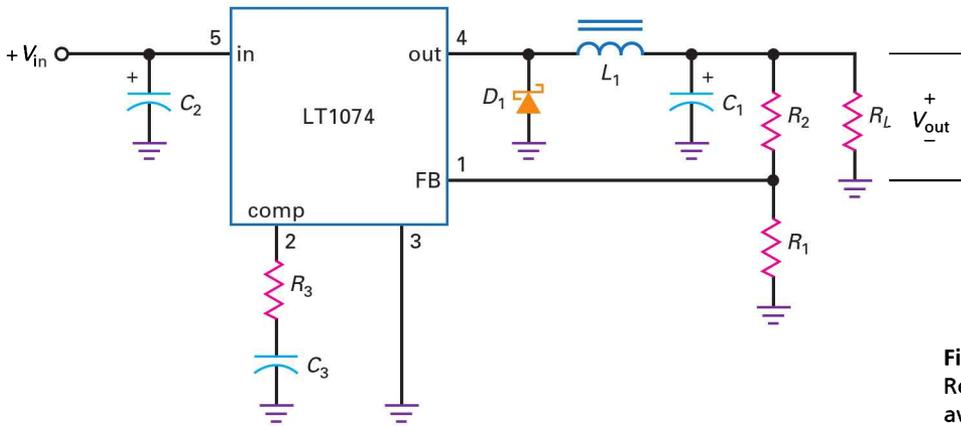

Figure 22.29
La figure 22.29 représente le CI LT1074 monté en régulateur dévolteur. La broche 1 (FB) est destinée à la tension de réaction. La broche 2 (COMP) est utilisée pour la compensation en fréquence afin d'éviter les oscillations hautes fréquences. La broche 3 (GND) est reliée à la masse. La broche 4 (OUT) donne la sortie hachée fournie par le commutateur interne. La broche 5 (IN) est destinée à la tension DC d'entrée.
Le CI LT1074 est très utilisé. Un coup d'œil sur la figure 22.29 nous en donne la raison. Ce circuit est incroyablement simple pour un régulateur à découpage, l'un des montages les plus difficiles à concevoir et à réaliser sous forme discrète. Heureusement, les concepteurs du circuit intégré ont effectué la plus grande partie du travail car le LT1074 contient tout sauf les composants qui ne peuvent pas être intégrés (inductance et condensateur de filtrage) et ceux qui dépendent du choix de l'utilisateur (R_1 et R_2). En fixant les valeurs des résistances R_1 et R_2 , vous pouvez obtenir une tension de sortie régulée comprise entre 2,5 V et 38 V. Puisque la tension de référence du régulateur LT1074 est égale à 2,21 V, la tension de sortie est donnée par :
Dans le régulateur dévolteur de la figure 22.29, $R_1 = 2,21 \text{ k}\Omega$ et $R_2 = 2,8 \text{ k}\Omega$. Quelle est la valeur de la tension de sortie ? Quelle est la tension d'entrée minimale pour cette tension de sortie ?